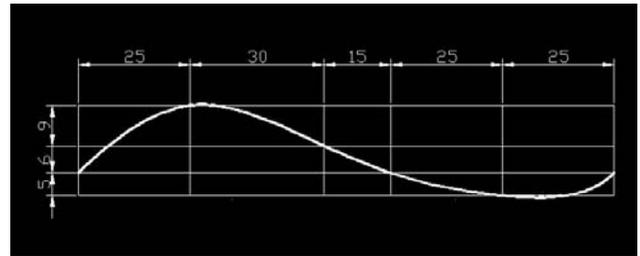

Fig.18.26
- 1 Pour créer le manche du rasoir nous allons utiliser la fonction **Lissage** (Loft). Le chemin est une spline et les coupes des cercles et des ellipses. Pour démarrer, tracez une grille pour définir les points de passage de la spline. Il suffit pour cela de tracer une ligne horizontale et une ligne verticale et d'effectuer les copies par la fonction **Décaler** (Offset). Les dimensions sont renseignées à la figure 18.26.
- 2 Tracez la spline comme indiquée à la figure 18.26. Les tangentes de départ et de fin font un angle de  $45^\circ$  avec l'horizontal.